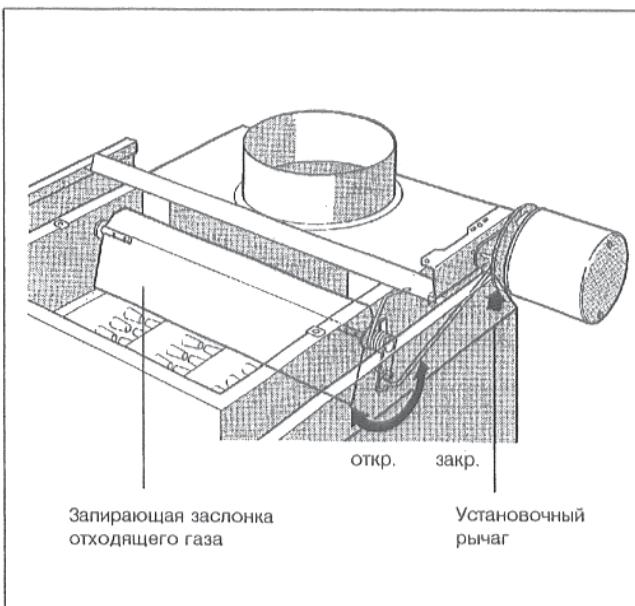

Рис. 25: Запирающая заслонка отходящего газа
- При затребовании отопления запирающая заслонка отходящего газа должна переходить в положение "ОТКР". Необходимо проверить это путем задействия установочного рычага (Рис. 25). Только после достижения положения "ОТКР" должно происходить включение горелки.